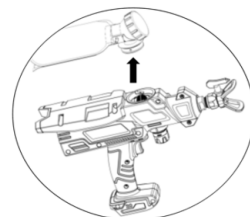

Рис. 28
2. Извлеките пакет для краски. Промойте его растворителем или водой (рис. 28).